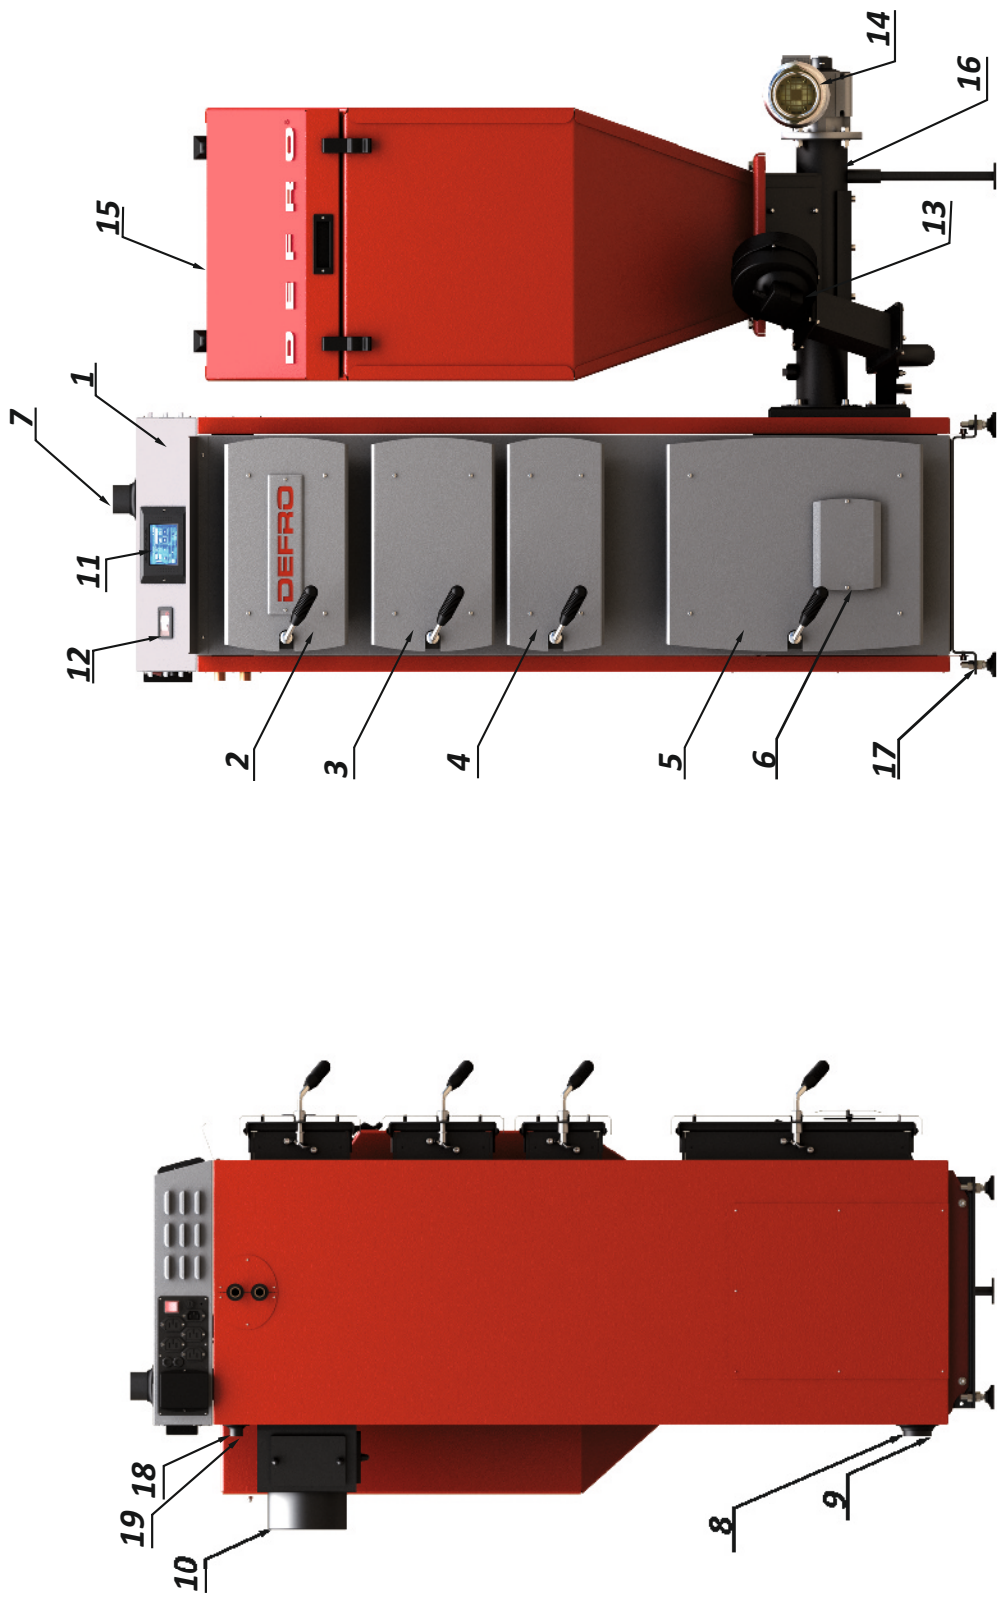

Рис.5. Основные элементы и размеры котлов типа DEFRO DUO с оснащением:
- 1) подключить питательный патрубок (рис. 5 поз. 7) к системе в предназначенном для этого месте,
- 2) подключить туда же возвратный патрубок (рис. 5 поз. 8),